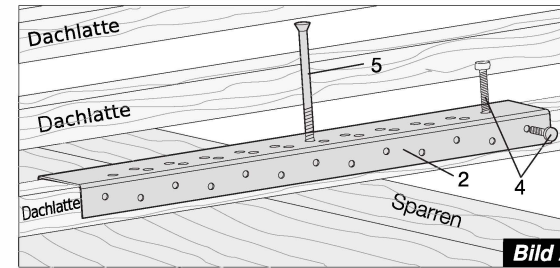

Bild 2
- Verstärkungsschiene (2) mittig zum Sparren auf die Dachplatte auflegen.
- Verstärkungsschiene (2) horizontal verschieben bis das Langloch des Stützelements (3) mit einem Loch der Verstärkungsschiene (2) übereinstimmt. Verstärkungsschiene (2) mit einer Schraube (4) in Fallinie fixieren. (Schraube (4) alternativ auch von oben schraubbar). (Bild 2)
- Aufdachmodulhalter mit Metalldachplatte nochmals abnehmen und die Verstärkungsschiene (2) mit Schraube (5) am Sparren verschrauben. (Bild 2)